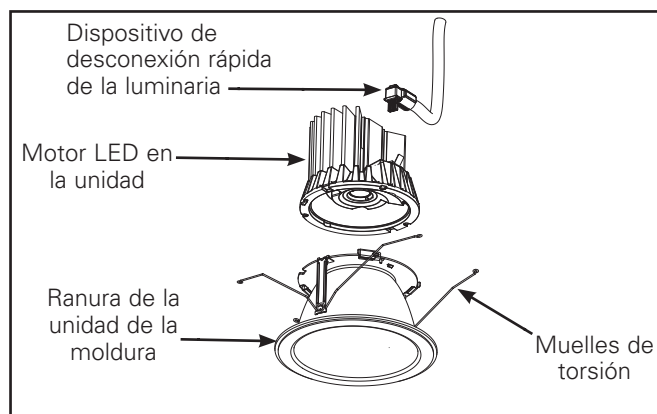
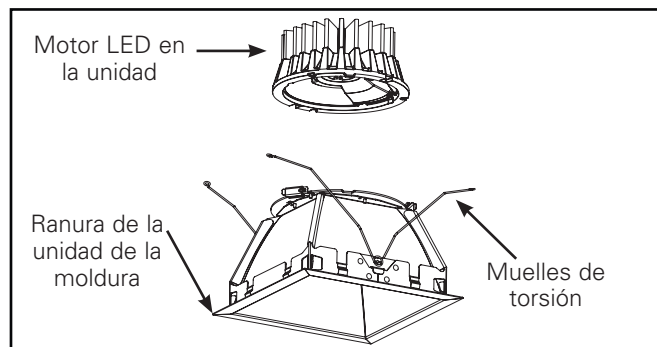

Figura 5.
Figura 6.
4. La figura 5 y figura 6 representa el módulo LED y la moldura de distribución media.